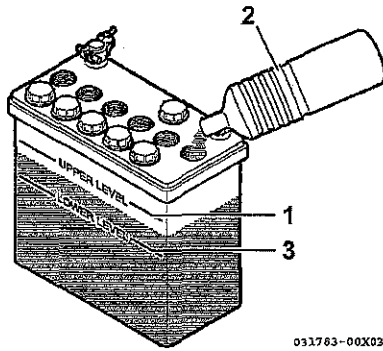

図 5
- 液面の高さが最低液面 (3, 図 5) の近くまで減っている場合は、バッテリー補充液 (市販品 (2, 図 5)) を最高液面目盛り (1, 図 5) まで補給します。電解液が少ない状態で使用すると、バッテリーの寿命を短くしたり、発熱や爆発の原因になることがあります。夏季は電解液が蒸発して減少が早いので、点検の頻度を上げます。